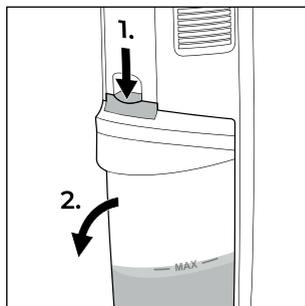

Fig. 20
1. Apăsăți în jos butonul de deasupra rezervorului de apă murdară **2** (a se vedea fig. 20). Țineți mânerul rezervorului de apă murdară **2** în timp ce apăsați butonul în jos.
2. Trageți rezervorul de apă murdară **2** spre față din aparat (a se vedea fig. 20).